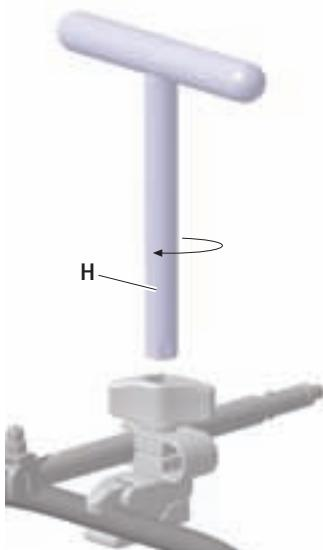

Рис. 8
- Затянуть крепежную гайку 1 до полного зажатия. При необходимости подтянуть с помощью Т-образного ключа H, см. Рис. 8.